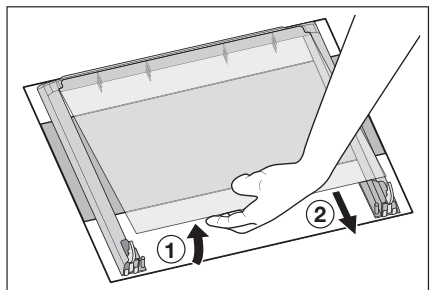

Fig. 7
9. Soulevez doucement et sortez délicatement la vitre de dessus (Fig. 7).